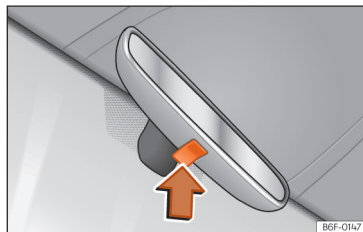

Abb. 77 Manuell abdblendbarer Innenspiegel.
- Zum Abblenden des Rückspiegels, Taste am Spiegel nach oben drücken »» (Abb. 77) (Pfeil).